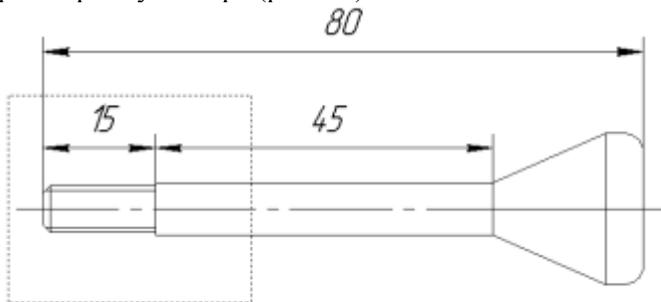

Рисунок 50. Деформация объектов
– Постройте рамку выбора (рис. 50).